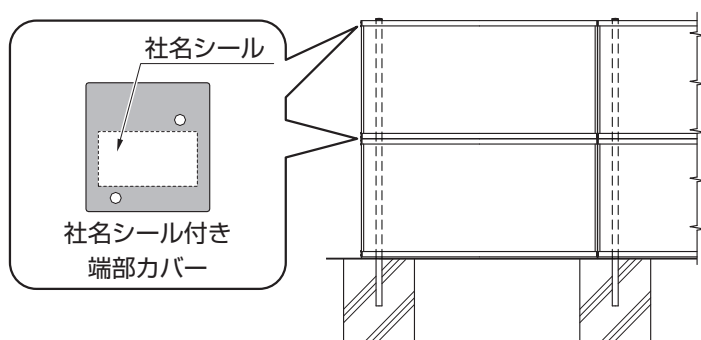

図4-3 社名シール付き端部カバーの取付け位置
- 4枚入りの端部カバーのうち、1枚に社名シールが貼ってあります。社名シール付き端部カバーは、前面(道路側)から見て、パネルの上枠左端部に取付けてください。(図4-3参照)